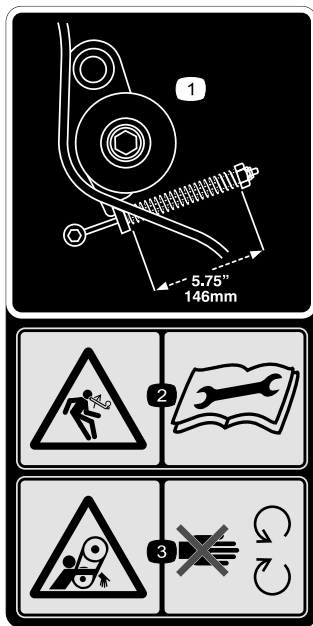

図 33
1. アイドラスプリングを 150mm 程度押し込んでベルトの張りを点検する; 図 33を参照。